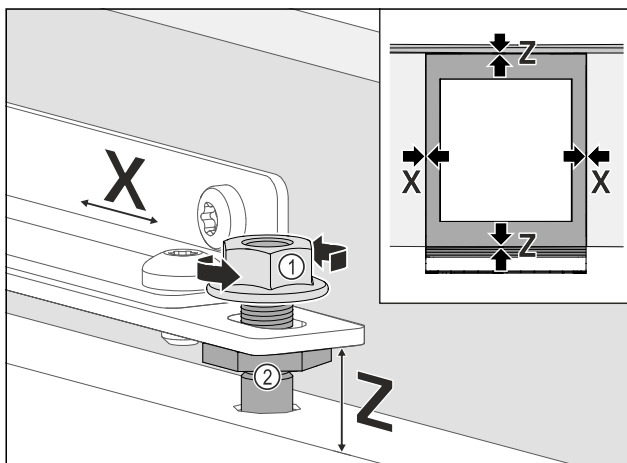

Fig. 46
- Nivelimi i derës së mobilies anash: Lironi kundërdadon Fig. 46 (1), shtyni derën e mobilies në drejtimin X.
- Shtërngoni kundërdadot Fig. 46 (1).
- Nivelimi i derës së mobilies në lartësinë Z dhe në pjerrësinë anësore: Regjistroni bulonat e rregullimit Fig. 46 (2).